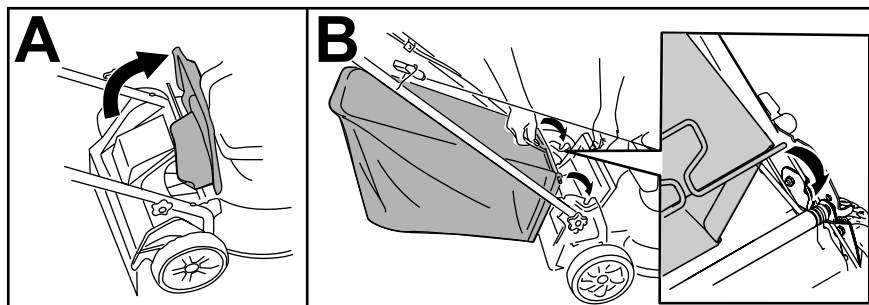

Figure 14
1. Soulevez le déflecteur arrière et maintenez-le dans cette position (A de Figure 14).
2. Installez le bac à herbe en veillant à insérer les ergots dans les crans du guidon (B de Figure 14).